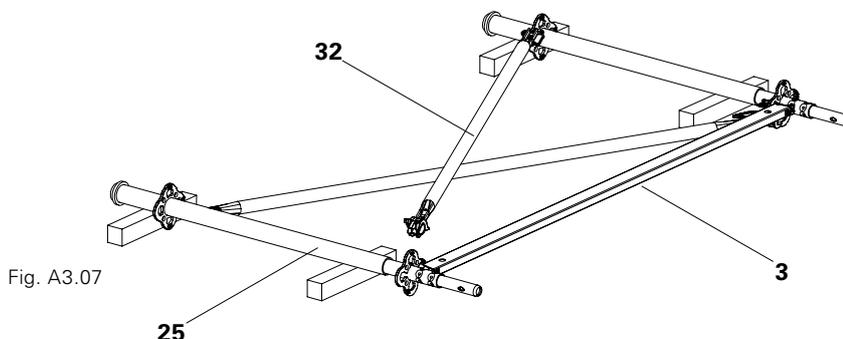

Fig. A3.07
1. Conectar los verticales de arranque (25) al larguero (3).
2. Colocar las diagonales eje roseta (32) cruzadas. (Fig. A3.07)